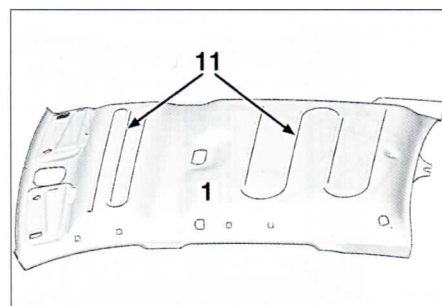

FIG. 51
Cortar los cordones de cola (11) sin hacer dobleces, con un cuchillo o una espátula entre el cordón de cola (GURIT) y el guarnecido de techo (1) (fig. 51).